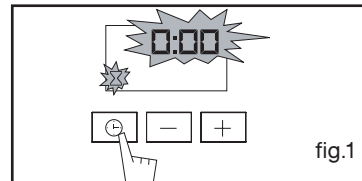

fig.1
- Druk op de toets "⌚" (fig.1) tot het symbool van de schakelklok knippert.